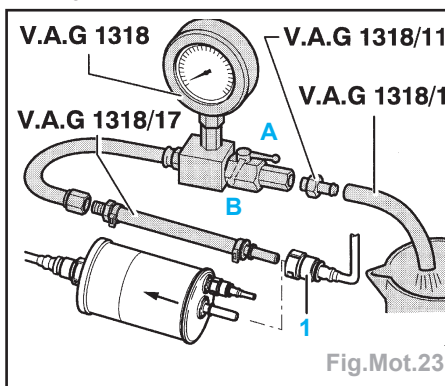

Fig.Mot.23
- débrancher la durit (1) de la conduite d'arrivée à l'entrée du filtre à carburant (Fig.Mot.23),